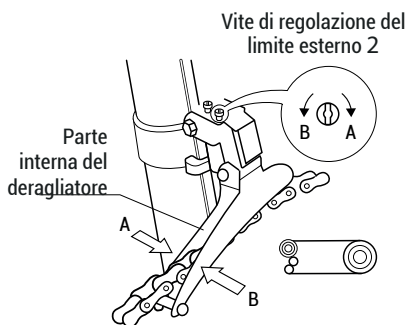

Figura 3
B Posizionate la catena, il cambio e il deragliatore in modo che la catena si trovi sulla corona anteriore grande e sul pignone più piccolo, quindi regolate la vite (2) nella figura 3 finché la catena non si avvicina al massimo alla parte esterna dell'interno del deragliatore, ma senza toccarlo quando si girano le pedivelle.